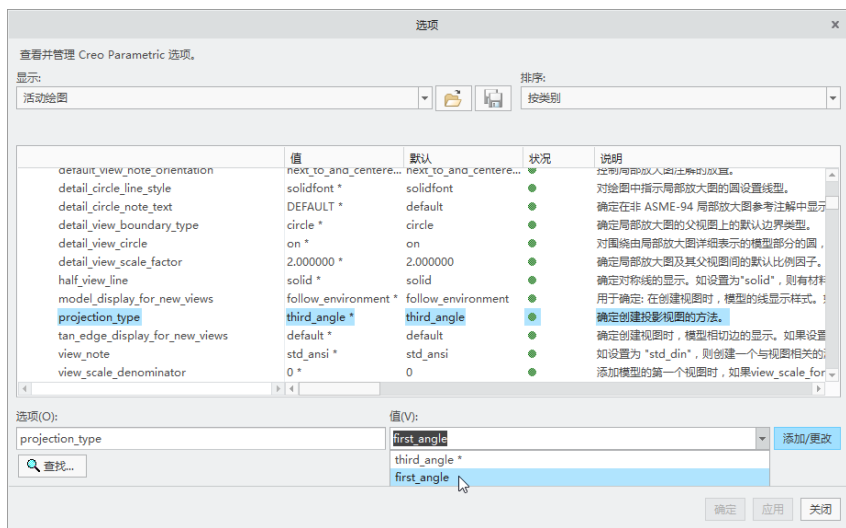

图 8-19 “选项”对话框
(6) 选择“文件”→“准备”→“绘图属性”命令，弹出“绘图属性”对话框，
(7) 在“绘图属性”对话框中单击“详细信息选项”行中的“更改”，系统弹出“选项”对话框。
(8) 在“选项”对话框的选项列表中选择 `projection_type`，或者在“选项”文本框中输入“`projection_type`”，接着从“值”下拉列表框中选择“`first_angle`”，如图 8-19 所示，然后单击“添加/更改”按钮。